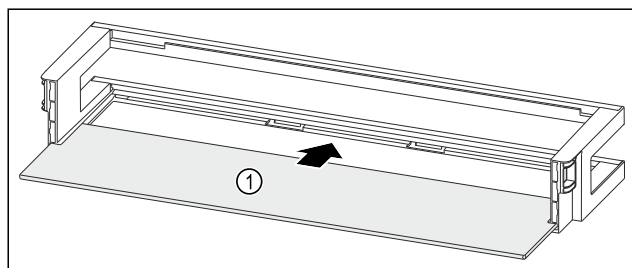

Fig. 95 Dveřní přihrádka s odkládací plochou
- ▶ Odkládací plochu Fig. 95 (1) zasuňte do bočních vybrání.